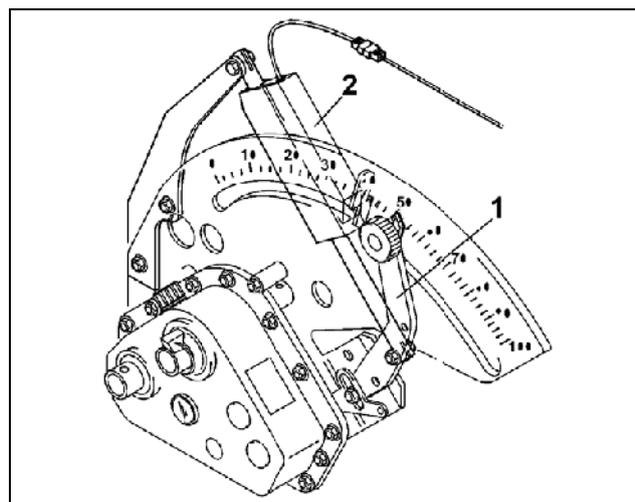

Fig. 78
- Télémodulation de débit: le levier de réglage du boîtier sélecteur (Fig. 78/1) permet de régler en continu le régime de rotation de l'arbre de distribution et donc le débit de grain. Pour régler le débit de grain, actionnez le servomoteur (Fig. 78/2) qui commande le levier de réglage de boîtier, commandé par le biais de l'**AMATRON 3**. Le débit de grain défini et la valeur sur l'échelle graduée peuvent être relevés sur l'affichage de l'**AMATRON 3**.